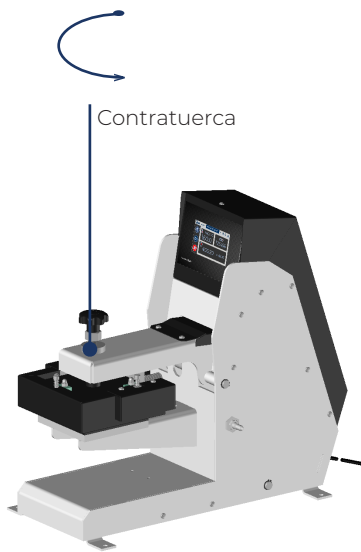

Figura 1
1. Afloje la contratuerca como se muestra en la figura 1.